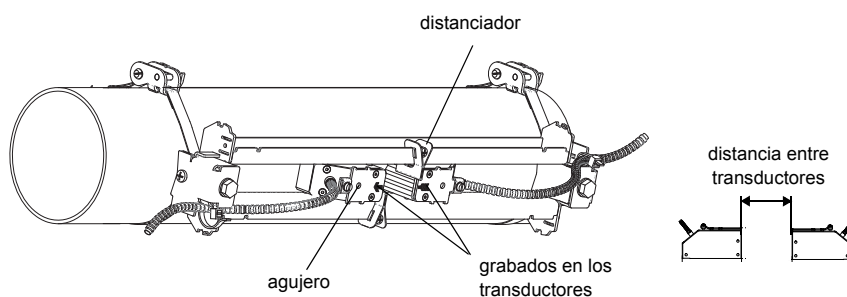

Fig. 9.45: Transductores en el raíl (sin representación de los estribos elásticos)
- Posicionar los transductores en el raíl de manera que los grabados en los transductores formen una flecha. Los cables de los transductores muestran en direcciones opuestas (véase Fig. 9.45).
- Ajustar la distancia entre transductores recomendada por el convertidor de medición (véase el apartado 11.6 y Fig. 9.45).
- Fijar los transductores apretando ligeramente los tornillos de presión. El extremo del tornillo deberá posicionarse por encima del agujero del transductor (véase Fig. 9.45).
- Fijar los distanciadores en el raíl para marcar la posición de los transductores (véase Fig. 9.45).